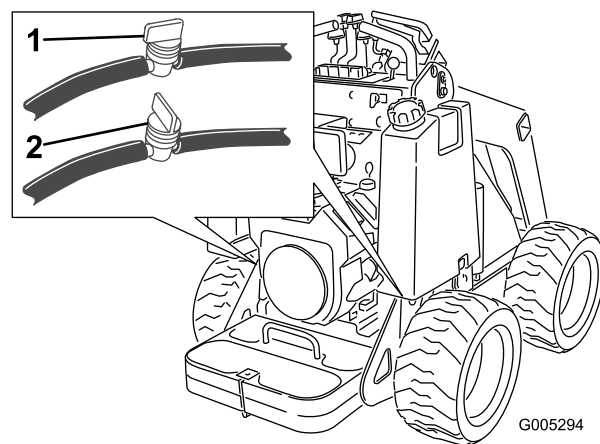

図 31
2. 各燃料タンクの下にある燃料バルブを閉じる 図 31。
3. 図 31のように、燃料タンクの下にあるホースについている燃料バルブを閉じる。
8. 図 31に示すように、燃料タンクの下にあるホースについている燃料バルブを開く。